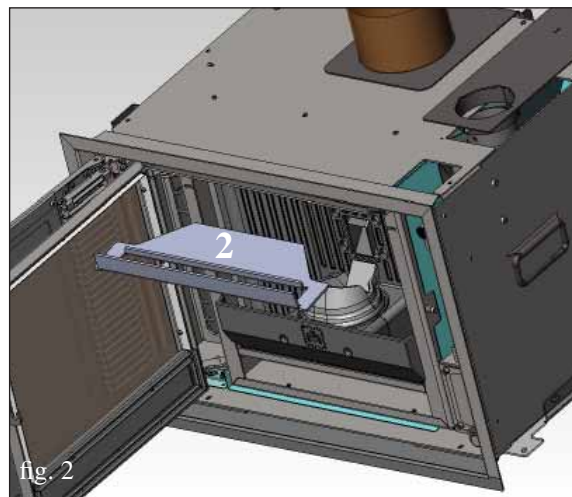

fig. 2
- Démontez le plafond et nettoyez (2) (fig.2).